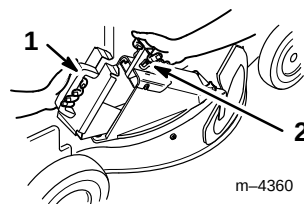

Abbildung 10
2. Die Auswurfkanaltür öffnen, indem der Griff nach hinten gezogen wird (Abb. 10), und die Tür offen halten, während der Stopfen eingesetzt wird.